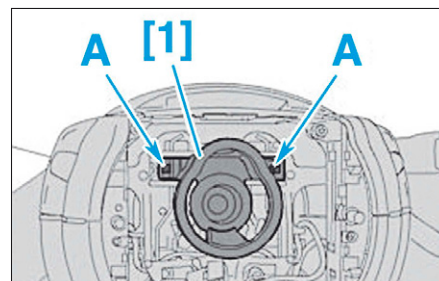

FIG. 4
- Mettre en place l'outil [1] sur le volant de direction en veillant à ce que ses extrémités (A) soient correctement engagées (Fig.4).